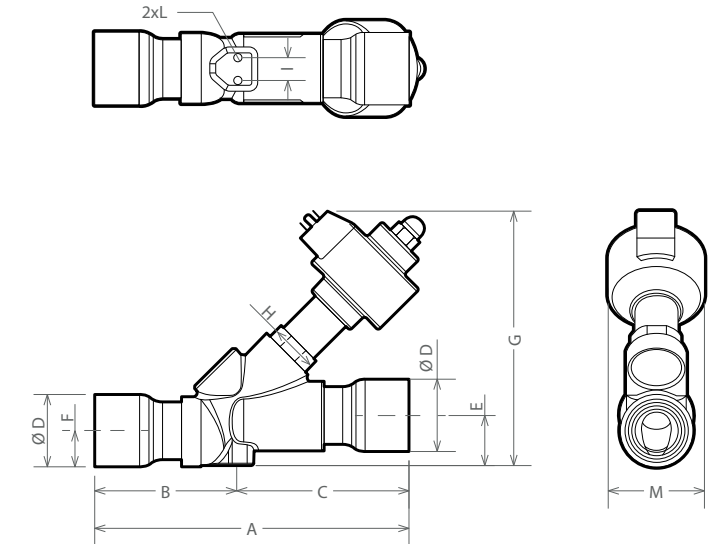

Fig. 4
4. Tighten the steel cartridge to the special threaded socket in the valve body using fork spanner (for the size see Fig. 4), making sure the O-ring is fitted to ensure hermetic tightness. Tighten the cartridge by pressing the ring against the valve body with a recommended torque of 30-35 Nm (Fig. 2.3). Warning! If the shutter comes completely out of the cartridge, proceed as follows:
- Visser la cartouche en acier au corps du détendeur dans son emplacement fileté spécial avec une clé à fourche (pour la dimension, voir fig. 4) en vérifiant l'insertion correcte du joint «O-ring», qui garantit son étanchéité. Serrer la cartouche en situant la bague en butée sur le corps vanne avec un couple de serrage conseillé de 30-35 Nm (Fig. 2.3).
- Den Stahleinsatz in der speziellen Gewindeaussparung des Ventilkörpers mit einem Gabelschlüssel (für die Größe siehe Fig. 4) verschrauben; überprüfen, dass der O-Ring, der die hermetische Dichtigkeit garantiert, befestigt ist. Den Einsatz am Ventilkörper mit einem Drehmoment (Fig. 2.3).